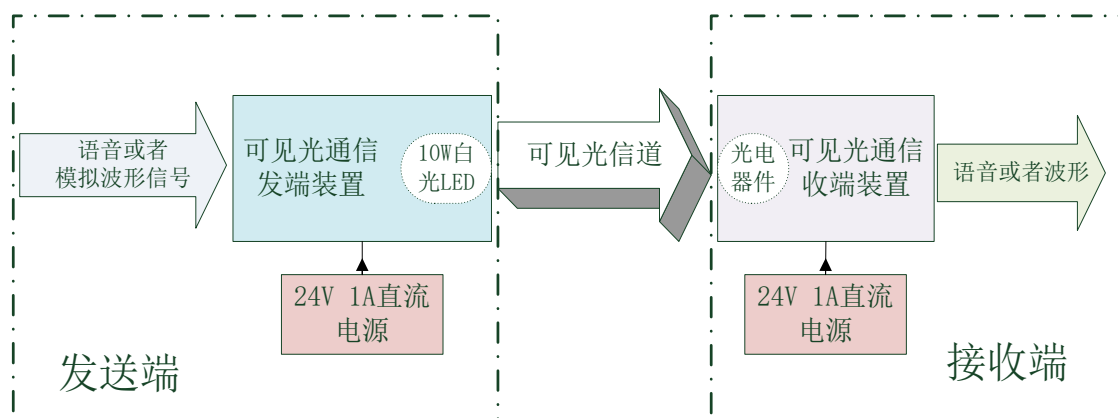
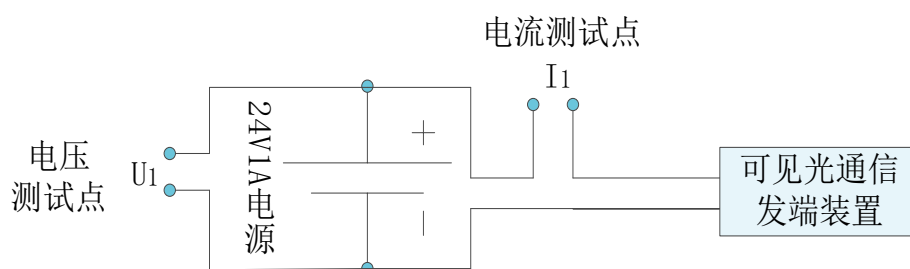

图 1 系统基本框图
图 2 电压、电流测试点
(1) 可见光通信装置利用单只 10W(或 ≥ 9 W)白光 LED 和光电器件作为收发器件,用来传输语音和模拟波形信号,传输距离大于 30cm;自制 24 V、1A 直流电源 2 个(发端、收端分别采用此单电源供电),系统基本框图如图 1。发送端的供电部分需要加测试点(测试点加上鱼嘴夹方便测试),测试点电压 U_1 、电流 I_1 如图 2 所示。(接收端负载最好为 8Ω 喇叭)